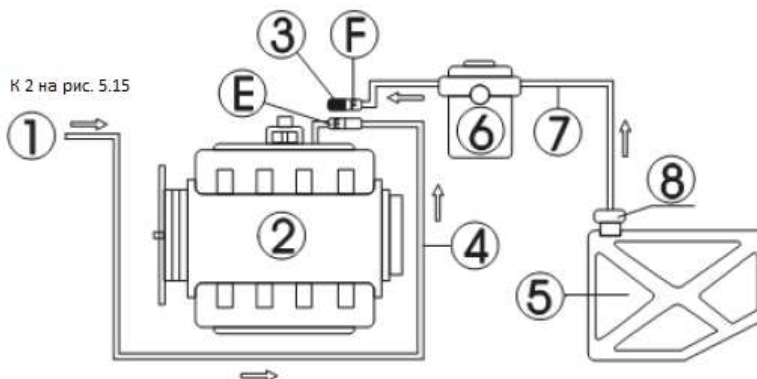

Рисунок 5.18 Подсоединение линии 2
- 1) Отсоедините шланги подачи топлива (Е, F) топливной системы двигателя (предварительно оберните место отсоединения топливопровода куском ткани), затем выберите подходящий соединитель, подсоедините его к концу Е и снова подсоедините шланг к подающему шлангу стенда. Подвесьте шланг слива топлива. Смотрите рисунок 5.18.
- 2) Заблокируйте другой конец отсоединенного шланга (F) заглушкой (только для топливного насоса с функцией слива топлива) или снимите предохранитель топливного насоса, или отсоедините кабель питания топливного насоса автомобиля.